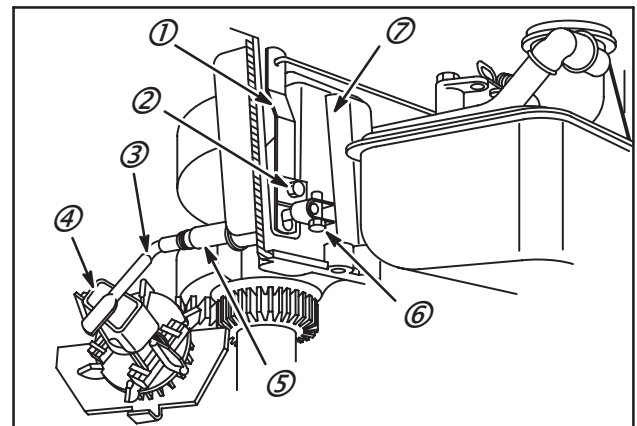
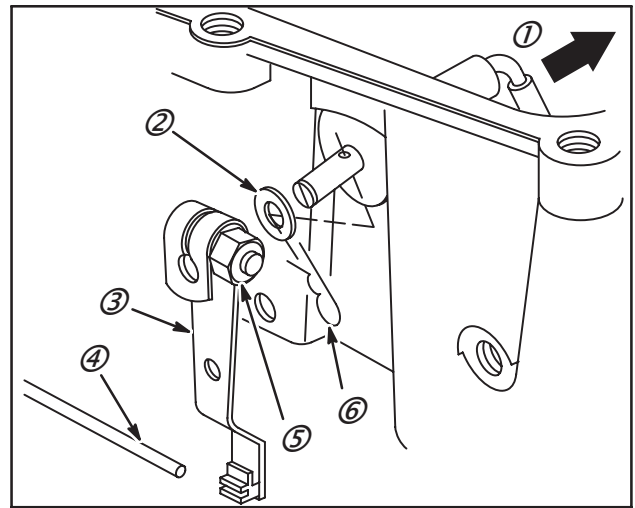

Fig. 45
Fig. 46
Ancien modèle, Fig. 45
2. Modèle actuel : Desserrer le boulon (5) du levier du régulateur. Faire glisser le levier (3) du bras (1) et extraire la tringle (4) puis déposer la goupille fendue (6) et la rondelle (2) de l'axe.
Ancien modèle, Fig. 45 : Déposer la vis de réglage du levier (2) et desserrer le pontet du levier (6). Faire glisser le pontet puis soulever le levier du régulateur (1) pour le libérer de la fente du bras (3).
4. Déposer l'axe de régulateur, Fig. 46 (actuel), Fig. 45 (ancien).
1. Chasser la vieille bague (5), Fig. 45, hors du cylindre.
2. Modèle actuel : Faire glisser la rondelle (2) sur l'axe de régulateur et installer la goupille fendue (6). Faire glisser le levier de régulateur (3) sur le bras et serrer le boulon (5) sur le levier jusqu'à sentir une résistance. Tourner l'axe dans le sens anti-horaire jusqu'à ce que la palette soit en contact avec le toucheau de la turbine de graissage, Fig. 46, et enfoncer la tringle de régulateur (4) dans l'arrêt du levier.
3. Ancien modèle : Faire glisser le levier du régulateur (1) sur l'axe du régulateur (3) puis faire glisser le levier dans la fente de l'axe. Installer le pontet (6) du levier et le serrer à un couple de 2 Nm. Installer l'ensemble pignon de régulateur et turbine de graissage en veillant à ce que l'arbre (3) soit contre le toucheau (4), Fig. 45.
1. Placer le papillon en position grand ouvert, Fig. 45.